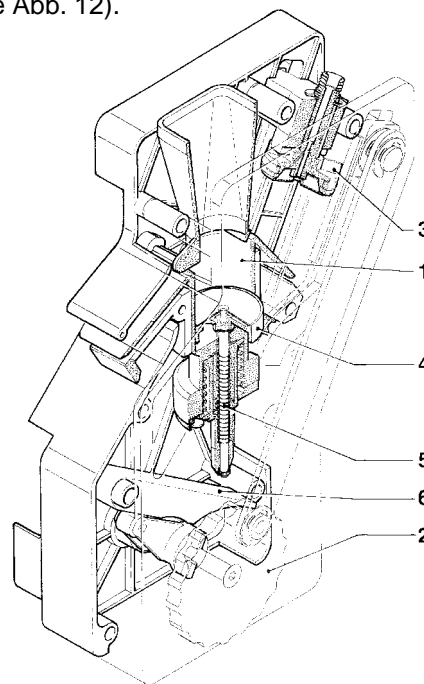
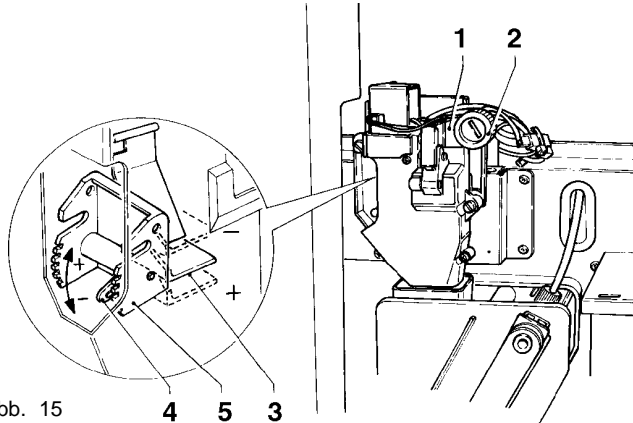

Abb. 12
Abb. 15
Nach erfolgter Kaffeewahl setzt sich die Mühle in Betrieb und füllt die Kammer der Kaffeedosiervorrichtung (siehe Abb. 15). Ist die Dosiervorrichtung voll, wird die gemahlene Kaffeedosis in die unterliegende Kaffeegruppe ausgelöst. Der Kaffee fällt in die vertikal angebrachte Brühkammer (1) (siehe Abb. 12).
Falls die Mahlfineinheit verändert werden darf, ist auf den Einstellgriff der Kaffeemühle einzuwirken (s. Abb. 15) und nämlich: